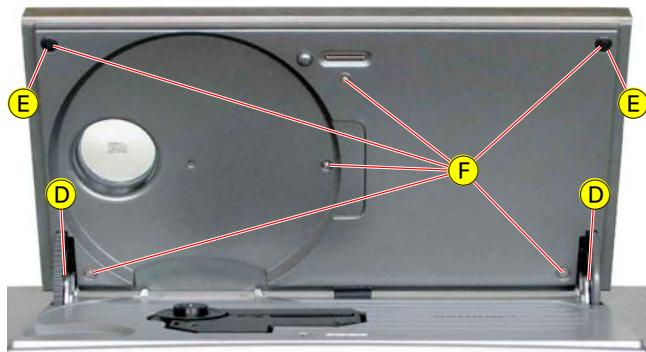

Fig. 2
- Führungen (D) (Fig. 2) vorsichtig aushebeln und Klappe abnehmen.
- 2 Abdeckkappen (E) (Fig. 2) herausnehmen.
- 6 Schrauben (F) (Fig. 2) herausdrehen.
- Cancel carefully the guide (D) (Fig. 2) and remove the flap.
- Remove the 2 cover caps (E) (Fig. 2).
- Undo 6 screws (F) (Fig. 2).